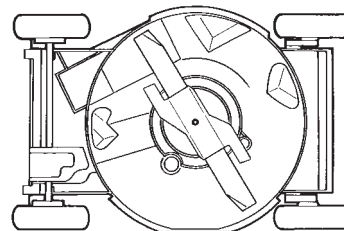

Figure 21
4. Incline la cortadora sobre el lado izquierdo (Fig. 21).